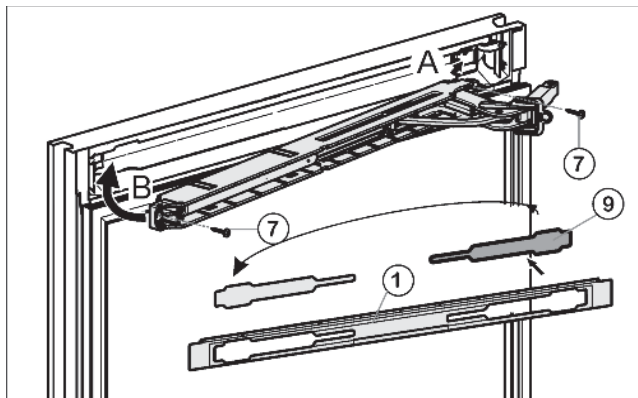

Рис. 15
- ▶ Вытащите защитную крышку *Рис. 15 (9)* и заглушки *Рис. 15 (1)* и вставьте ее с другой стороны.
- ▶ Прикрутите доводчик (2 раза Torx 15) *Рис. 15 (7)*.